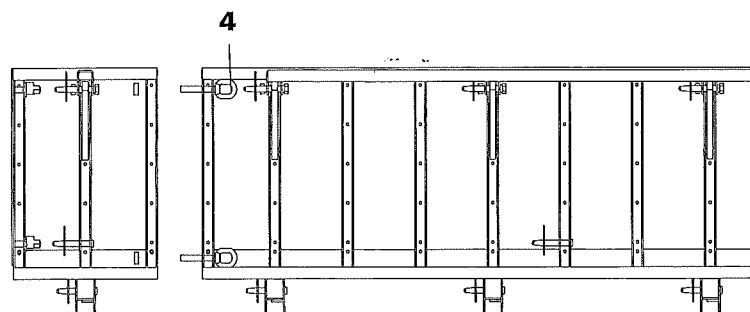

Fig. 10
3. Procedere con il fissaggio del telaio inferiore all'elemento a telaio standard di base in posizione orizzontale tramite le viti con anello **4** (fig. 10).